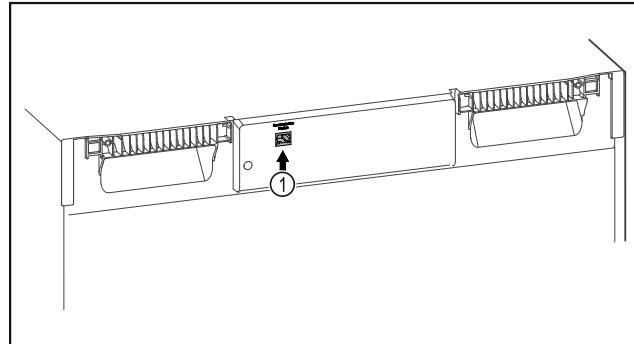

Fig. 112
- SmartModule Fig. 112 (1) är insatt.